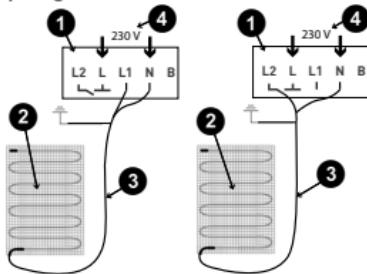

Abb. 4: Handtuchhalter
- (1) Den Anschluss gemäß der Anweisung auf der Thermosatrückseite vornehmen (siehe Abb. 4 & 5). Der Schutzleiter für die Einspeisung sowie für das Heizkabel wird mit einer Anschlussklemme in der Dose verbunden.
- (2) Den Sockel in die Schalterdose einsetzen und mit 2-4 Dosen schrauben befestigen.
- (3) Das Touchpanel am Sockeln anstecken (Steckverbindung). Das Touchpanel dann auf den Sockel drücken bis ein „Klicken“ zu hören ist